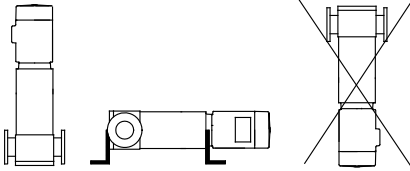

Abb. 2 Positionieren der Pumpe
- Installieren Sie die Pumpe so, dass sich der Motor über der Pumpe befindet, um eine Überhitzung der Motorlager zu vermeiden. Siehe Abb. 2.